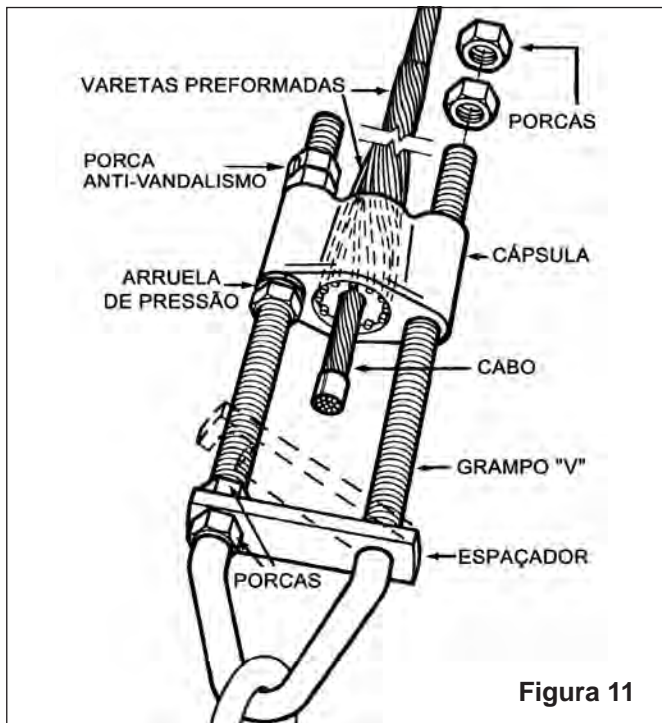

Figura 11
**11. Conjunto Inferior:** Coloque a Arruela de Pressão, conforme figura 11, e introduza o Grampo "V" na Cápsula. Rosqueie as Porcas e aperte até que a tensão na corrente do tirfor seja aliviada, figura 11a. Em seguida aperte as porcas de travamento e as porcas do Espaçador e remova a corrente do tirfor, figura 11b.